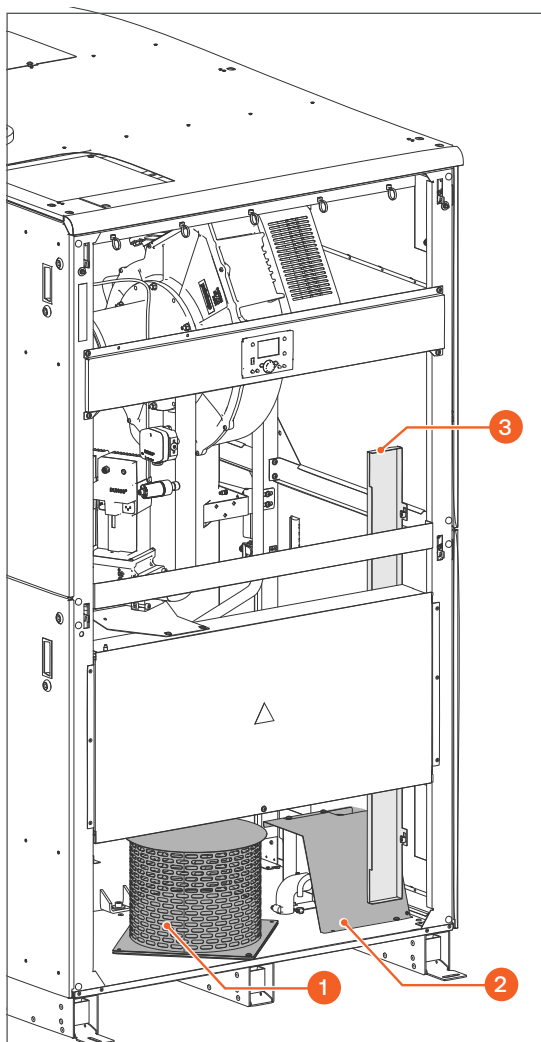
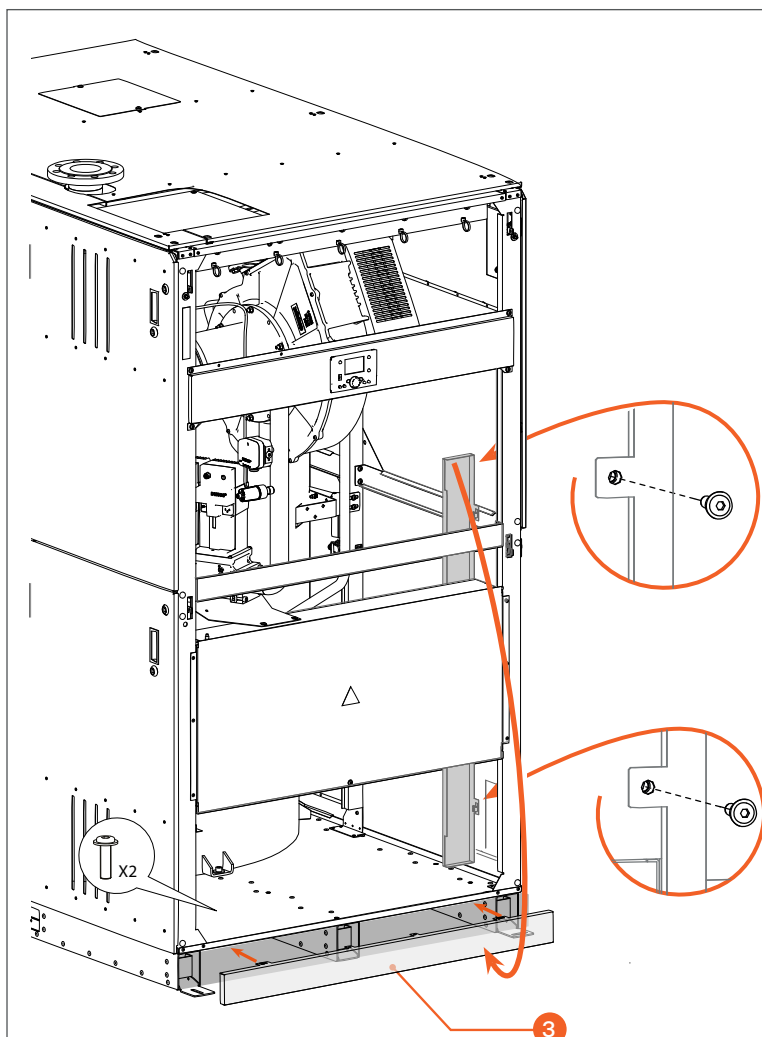

Fig. 11. Composants dans leur position de transport
Fig. 12. Panneau inférieur avant - première installation
6. Enlever les composants suivants de leur emplacement de transport. Voir la **Fig. 11 ci-dessous** :
- Adaptateurs d'entrée d'air (1)
- Boîtier récupérateur de condensats (2)
- Panneau inférieur avant (3)
7. À l'aide d'une clé à tête hexagonale de taille 4, desserrer les vis qui maintiennent les adaptateurs d'entrée d'air (1) et le boîtier récupérateur de condensats (2) dans leur position de stockage.
8. À l'aide d'une clé à tête hexagonale de taille 4, enlever 2 vis. Les conserver pour le remontage. Voir la **Fig. 12 ci-dessous**.
9. Enlever le panneau inférieur avant (3) de sa position de stockage et l'installer à l'aide des deux vis conservées précédemment.